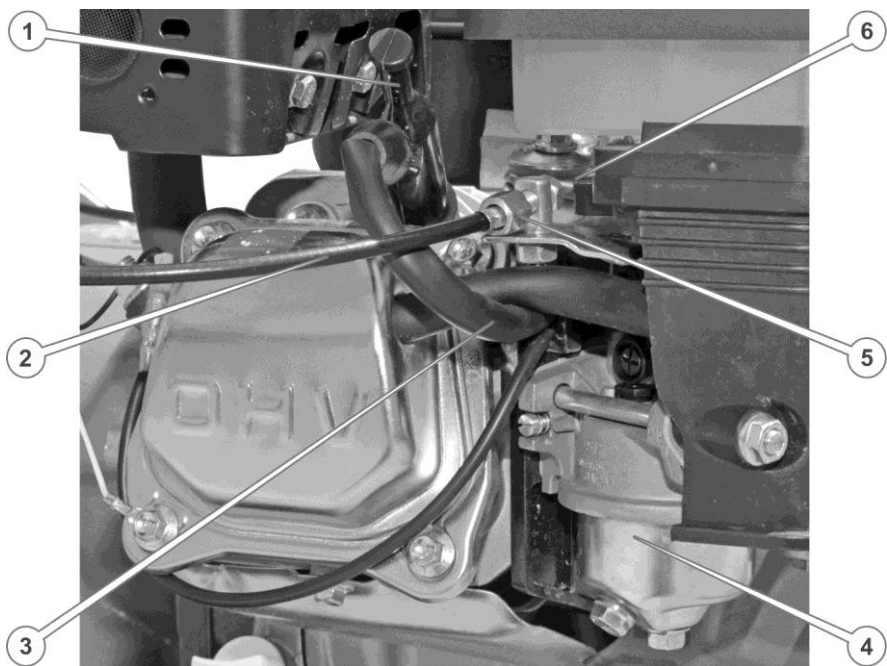

Рисунок 4. Регулювальні елементи карбюратора
15. Вставити трос механізму регулювання подачі палива в отвір кронштейна даного механізму, закріпити кінець троса в кліпсі важеля регулювання подачі палива за допомогою гвинта (див. рис. 4.)